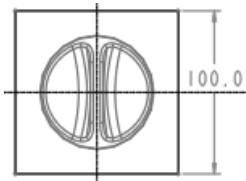

图 11.15 截面草图
(1) 单击 **模型** 功能选项卡 **形状** ▾ 区域中的 **拉伸** 按钮。
(2) 在模型树界面中选择 → 命令。在系统弹出的“模型树项”对话框中选中 **特征** 复选框, 然后单击 **确定** 按钮。此时, 模型树中会显示出分型面特征。
(3) 创建实体拉伸特征。
① 选取拉伸类型。在出现的操控板中, 确认“实体”类型按钮 被按下。
② 定义草绘截面放置属性。在绘图区中右击, 从系统弹出的快捷菜单中选择 **定义内部草绘...** 命令。选择 **ASM_TOP** 基准平面作为草绘平面, 草绘平面的参考平面为 **ASM_RIGHT** 基准平面, 方位为 **右**, 单击 **草绘** 按钮, 至此系统进入截面草绘环境。
③ 绘制截面草图。进入截面草绘环境后, 选取 **ASM_RIGHT** 基准平面和 **ASM_FRONT** 基准平面为草绘参考, 截面草图如图 11.15 所示; 完成特征截面的绘制后, 单击“草绘”操控板中的“确定”按钮 。
④ 选取深度类型并输入深度值。在操控板中单击 **选项** 按钮, 从系统弹出的界面中选取 **侧 1** 的深度类型 **盲孔**, 再在深度文本框中输入深度值 **45.0**, 并按 **Enter** 键; 然后选取 **侧 2** 的深度类型 **盲孔**, 再在深度文本框中输入深度值 **20.0**, 并按 **Enter** 键。
⑤ 完成特征。在 **拉伸** 操控板中单击 按钮, 完成特征的创建。